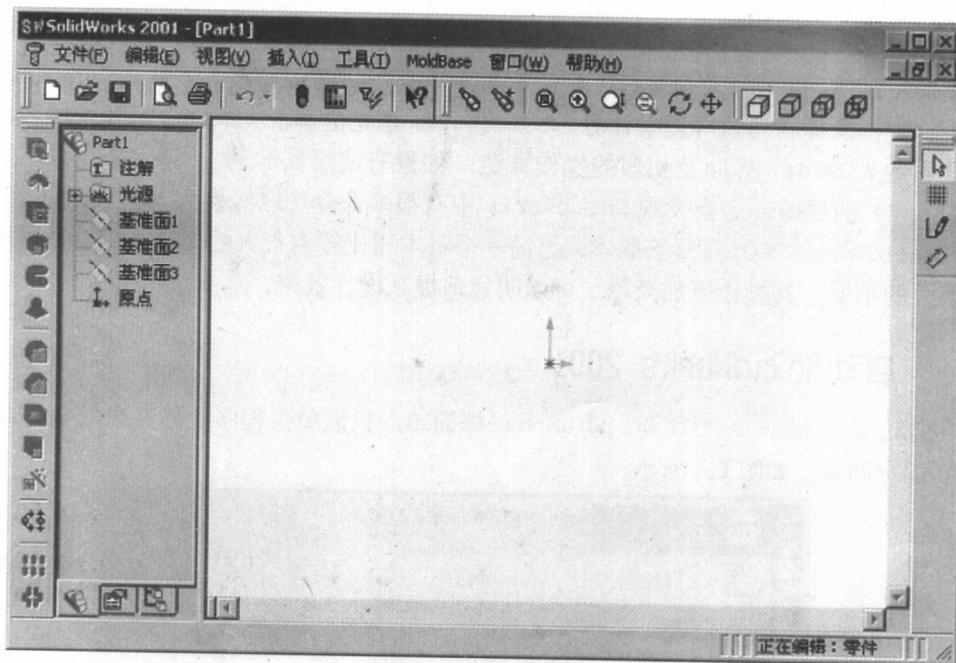

图1.3
提示：如果不希望在启动时出现该画面，可以单击“ 启动时显示 (S)” 取消选中。在关闭欢迎画面后，SolidWorks 2001 的主窗口打开，如图 1.3 所示。